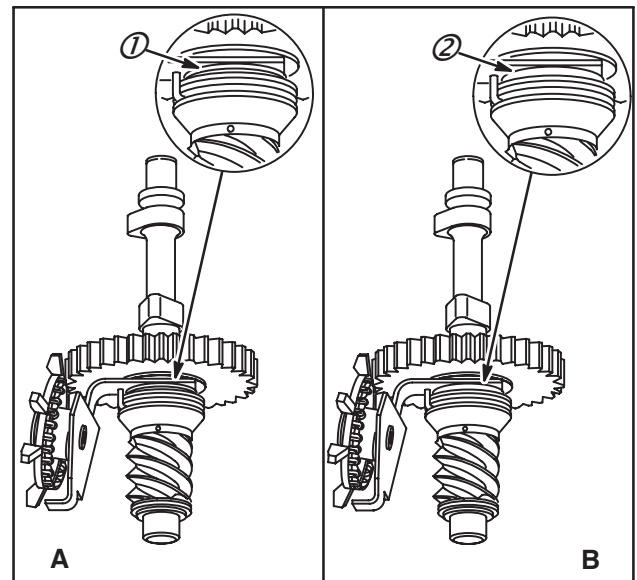

Fig. 53
Les premiers arbres à cames de remplacement (A) ont une gorge (1) sur l'embrayage, Fig. 53, et ont été livrés avec la turbine de graissage, le pignon d'embrayage, le ressort d'embrayage et la butée d'embrayage, le tout monté. Par la suite (B), la gorge (2) a été éliminée et chaque pièce a été livrée séparément sauf pour l'arbre à cames équipé de la turbine de graissage et de l'embrayage.